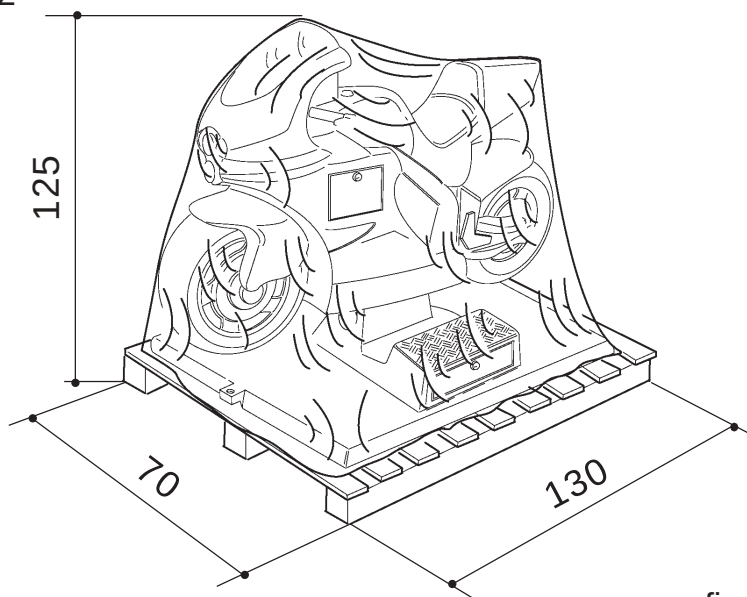

fig.2.1
- Per garantire l'integrità della macchina durante il trasporto, essa viene avvolta con pluriball di nylon (fig. 2.1 pag.9) o posta in una cassa di cartone.
- Normalmente la macchina, viene imballata mediante cassa di cartone, per il trasporto via mare è sufficiente bloccarla alla piattaforma di supporto per evitare movimenti, (vedi fig.2.1 pos.1 pag.9) per altri trasporti è sufficiente il pluriball.
- In order to protect the machine from damage, it is wrapped in a nylon pluriball (fig. 2.1 pag.9) or packed in a cardboard box.
- Usually the machine is packed in a cardboard box when transported by sea. It is recommended to clamp the supporting platform in order to avoid abrupt movements of the machine during transportation, see (fig.2.1 pos.1 pag.9) for other types of transportation, just pack it with a nylon pluriball.